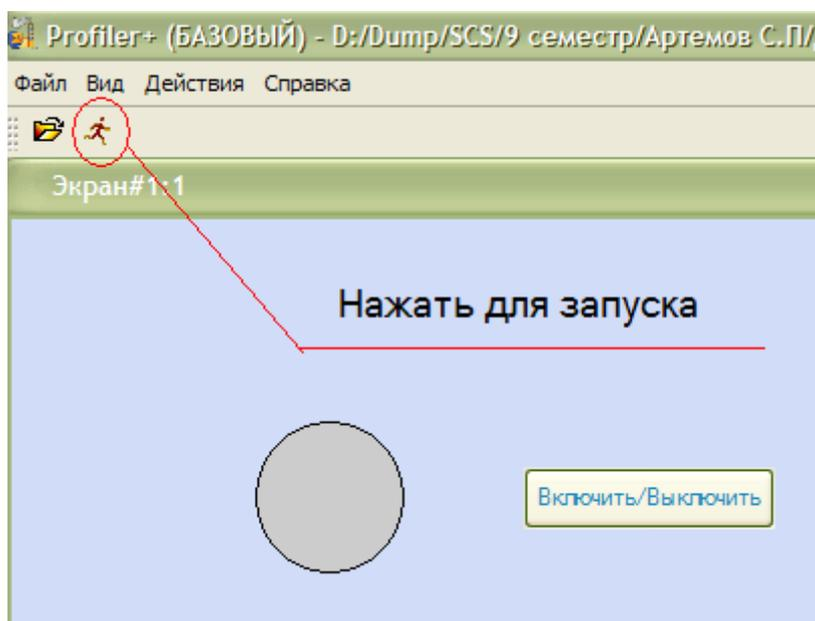

Рисунок 16 – Профайлер
16. Сохраните проект (Файл → Сохранить). Сохраните проект для монитора реального времени (Файл → Сохранить для MPB). Запустите профайлер (Файл → Отладка). Для этого поставьте указатель мышки на узел RTM, при этом станет активна иконка . Результат выполненных действий смотрите на рис. 16.